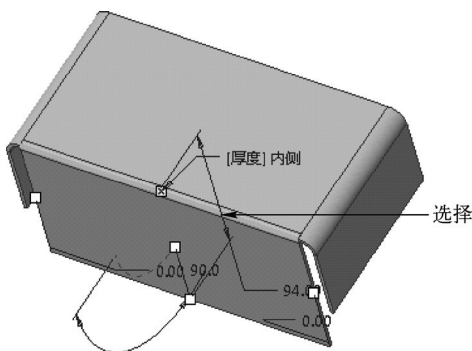

图 13-11 选择合适的边
STEP 03 打开“平整”选项卡，在绘图区中选择合适的边，如图 13-11 所示。